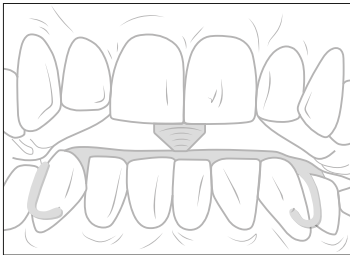

Fig. 3
**13.** Des mouvements d'ouverture et de fermeture de la bouche permettent de contrôler si la pointe s'ajuste sur l'orifice de la rondelle en plexiglas (Fig. 3).